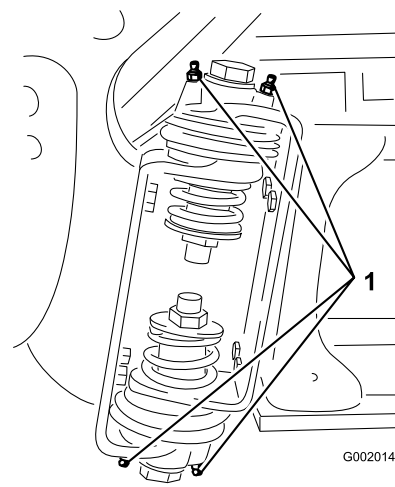

Bild 43
2. Pressen Sie Fett in die Lager oder Büchsen jedes Anschlussstückes Bild 43.